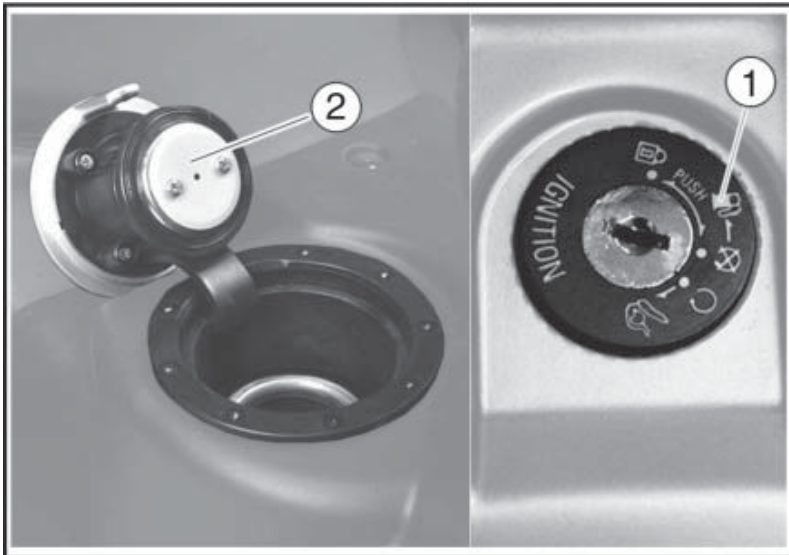

Fig. 01
- El tapón del depósito «**2 - Fig. 01**» se abre automáticamente.